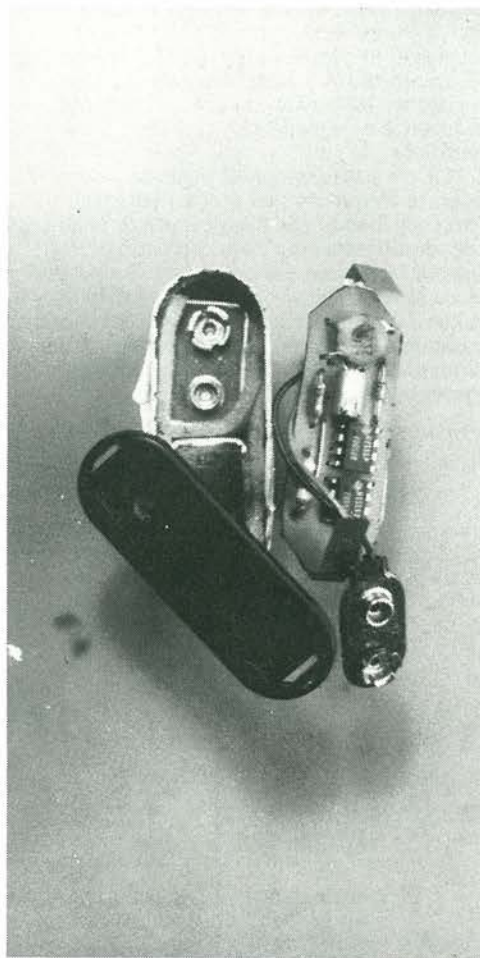

Figura 2. Questa foto dà un'idea di come è stato costruito il prototipo
Figura 2. Il ricevitore comprende essenzialmente due decodificatori di nota, dei quali uno lavora come discriminatore e l'altro come decodificatore di segnale. Il relè collegato all'uscita potrà essere usato per attivare un allarme.
differenza di tensione non è troppo grande, l'uscita di IC2 viene modulata in frequenza con discreta linearità. Dato che, durante la modulazione con tensioni ad onda quadra, vengono generate numerose armoniche, il segnale d'uscita di IC1 (piedino 3) viene "smussato" mediante R3 e C4. L'uscita modulata in frequenza di IC2 viene inviata allo stadio d'uscita (transistore T1). Questo funziona da amplificatore selettivo, che lavora nella regione degli ultrasuoni se collegato come mostrato in figura 3. Per il funzionamento con raggi infrarossi, al posto del circuito accordato formato dal trasduttore ultrasonico MA40LS, da L1 e da C6, è collegato un diodo emettitore di raggi infrarossi LD 271, insieme ad R8. In entrambi i casi, lo stadio d'uscita è alimentato da una tensione non stabilizzata che garantisce una sufficiente separazione tra l'amplificatore d'uscita ed il modulatore. Non c'è bisogno di troppi fronzoli nell'alimentatore, in quanto basta lo stretto necessario. Il solito regolatore di tensione integrato mantiene costante a 12 V la tensione di alimentazione della sezione modulatore. Il circuito del ricevitore è un poco più complicato. All'ingresso si può naturalmente utilizzare un trasduttore ultrasonico, l'MA40LR mostrato in figura 2. Se invece si desidera lavorare con i raggi infrarossi, sarà possibile omettere il trasduttore ultrasonico, inserendo il circuito
La foto di figura 2 mostra il prototipo, e da questa sarà possibile trarre indicazioni per l'assemblaggio dei diversi elementi.
5. C'è un errore nei punti controllo dello schema di figura 2 (pagina 4-36). La polarità dei punti di prova $\pm 0,7$ V deve essere invertita. Di conseguenza, la giunzione R23/R24 è 0,7 V e la giunzione R25/R26 è -0,7 V (vedi figura 1)
Figura 2. Circuito stampato per questo progetto: nella versione adatta ad essere azionata dal campanello della porta, la parte inferiore di questo circuito potrà essere staccata e scartata.